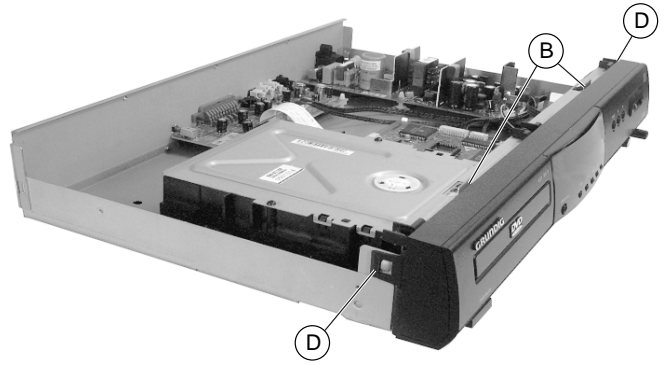

Fig. 2
Montagehinweis: Das Gehäuseoberteil muß in die 2 Halterungen (B) eintauchen (Fig. 2).
- Rasthaken (D) (Fig. 2 / 5) lösen und Frontblende abnehmen.
Note: When reassembling, the cabinet upper part must fit into the 2 holders (B) (Fig. 2).
- Release the catches (D) (Fig. 2 / 5) and remove the front panel.